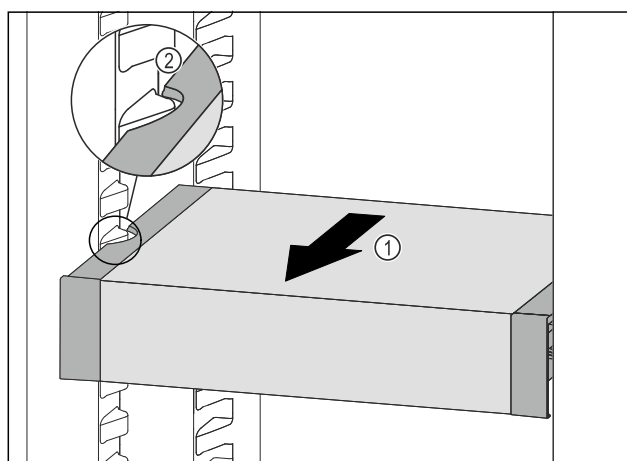

Fig. 102
- ▶ VarioSafe pociągnąć w przód Fig. 102 (1), aż boczne wycięcia szuflady VarioSafe będą się znajdować na wysokości żeber pojemnika w chłodziarce. Fig. 102 (2)